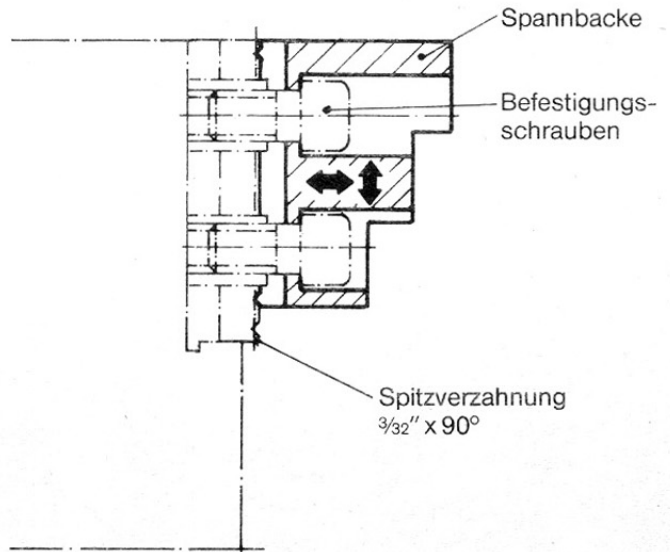

Bild 4
5. Einstellen der Spannbacken (Bild 4)